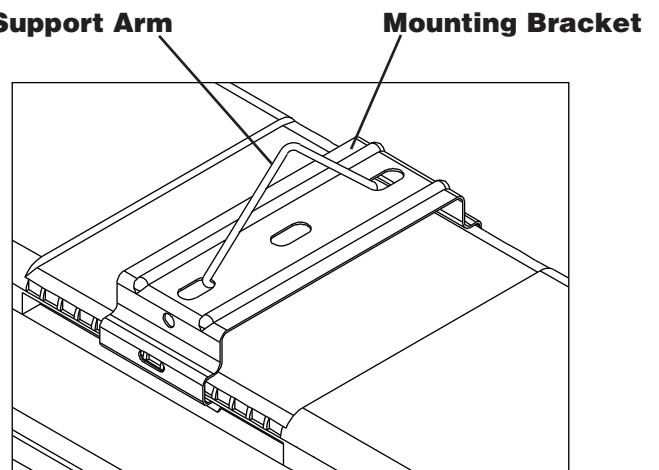

Figure 4
4. Lift fixture housing (1) to mounting brackets (6) and snap in place. **See Fig. 4.** Confirm fixture is securely mounted.
6. Install wire support arms to mounting brackets (6) by snapping into oval slots. **See Fig. 4**
7. Snap mounting bracket (6) onto back of fixture housing. **See Fig. 4**
4. Soulever le boîtier du luminaire jusqu'aux supports de montage et l'enclencher dans chaque support. Voir la figure 4. L'appareil est maintenant en place. Confirmer que le luminaire est bien monté et fixé.
4. Levante la caja de la luminaria los soportes de montaje y cierre a presión. Ve Fig. 4. Luminaria esta asegurada. Asegúrese de que el equipo esté bien montado.
6. Installer les ferrures de soutien aux supports de montage en les enclenchant dans les encoches ovales. Voir la figure 4.
7. Enclencher le support de montage au dos du boîtier de l'appareil. Voir la figure 4.
6. Instale los brazos sostenedores del alambre a los soportes de montaje cerrándolos de golpe en las ranuras ovaladas.- Veá Fig. 4
7. Cierre a golpe el soporte de montaje a la parte trasera de la caja de la luminaria. Veá Fig. 4.